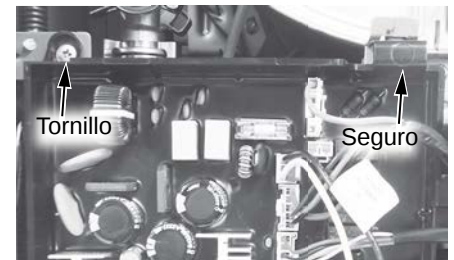

Figura 223 - Ubicación del tornillo de la placa de control.
- 13** Ubique los dos (2) tornillos en la parte inferior de la cubierta del gabinete. Use un destornillador Phillips para retirar los tornillos. Deje los tornillos a un lado en un lugar seguro para volver a instalarlos.
- 15** Ubique el tornillo que fija el panel de la placa de control. Use un destornillador Phillips para retirar el tornillo y déjelo a un lado en un lugar seguro para volver a instalarlo. Consulte la Figura 223.